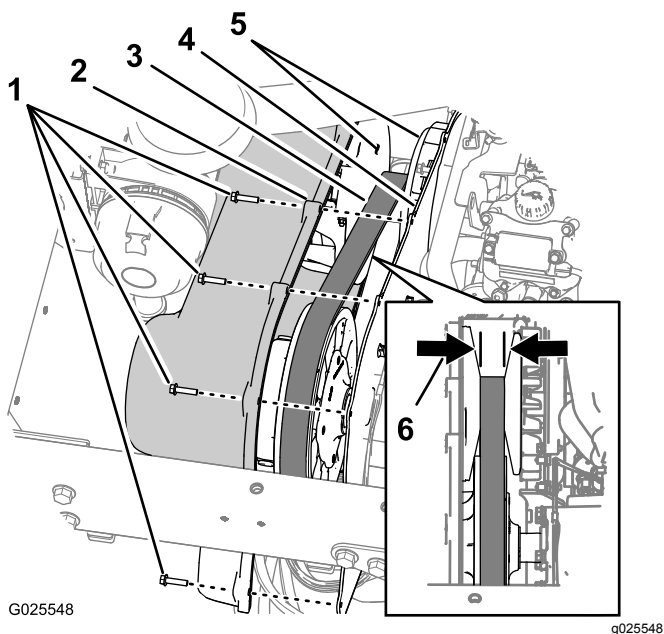

Рисунок 63
1. Выверните 9 болтов с шестигранными головками с буртиком (1/4 x 1 дюйм), которые крепят крышку коробки передач к монтажной пластине коробки передач (Рисунок 63).
- Сдвиньте крышку вперед, чтобы можно было увидеть ремень привода (Рисунок 63).
- Проверьте конические плоские грани первичной муфты сцепления на отсутствие признаков повреждений (Рисунок 63).
- Проверьте ремень привода, нет ли недостающих или поврежденных зубцов (Рисунок 63).
- Измерьте ширину ремня и запишите ее (Рисунок 63).
**Примечание:** Если ширина ремня составляет 29,5 мм или меньше, замените ремень (Рисунок 63).
- Совместите отверстия в крышке коробки передач с отверстиями в монтажной пластине (Рисунок 63).
- Прикрепите крышку к монтажной пластине (Рисунок 63) с помощью 9 болтов с шестигранными головками с буртиком (1/4 x 1 дюйм), снятых при выполнении пункта 1, и затяните болты с моментом от 10,2 до 12,4 Н·м.